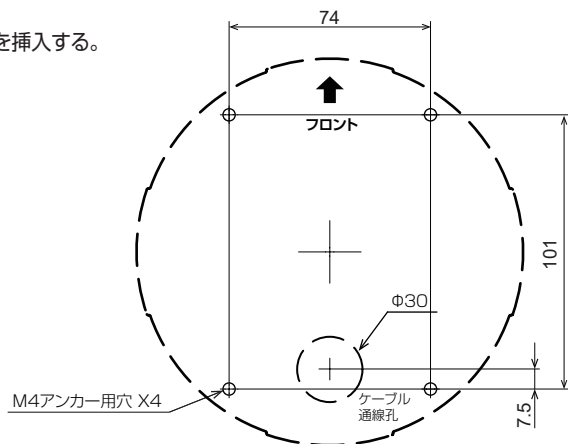

図2 施工寸法図
4. ケーブル穴とねじ取付穴は、確実に防水処理を施すこと。(図2) またケーブルから浸水しないよう、ケーブルの防水処理を確実にすること。